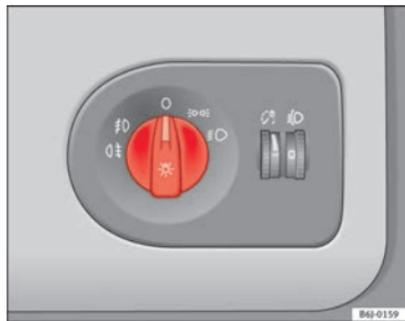

Fig. 53 Detalle del tablero de instrumentos: mando de las luces, faros antiniebla y luz trasera antiniebla
- Gire el mando de las luces ⇒ fig. 53 hasta la posición ☹.